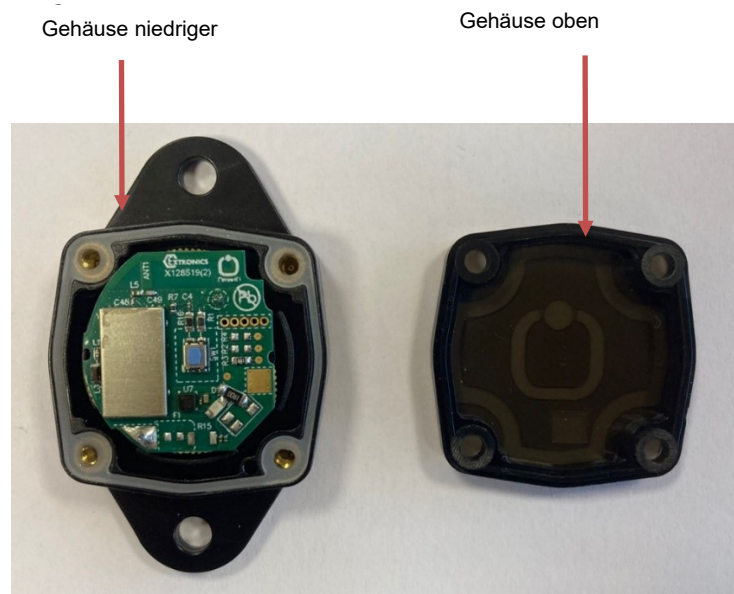

Abb. 1 – iTAGXB10 Zur Veranschaulichung sind Nietlöcher abgebildet
- Entfernen Sie mit einem 2,5-mm-Inbusschlüssel vier Schrauben und entfernen Sie das Gehäuseoberteil vom Gehäuseunterteil (Abb. 1).